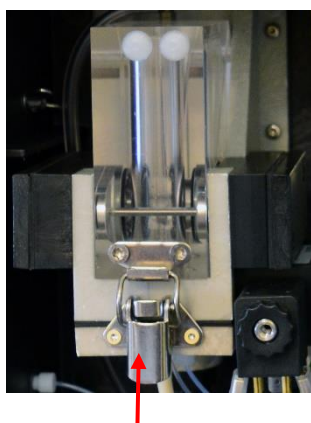

Figura 31
4. Desbloqueie o fecho de aperto (ver figura 31), incline a câmara de medição para cima e retire-a.